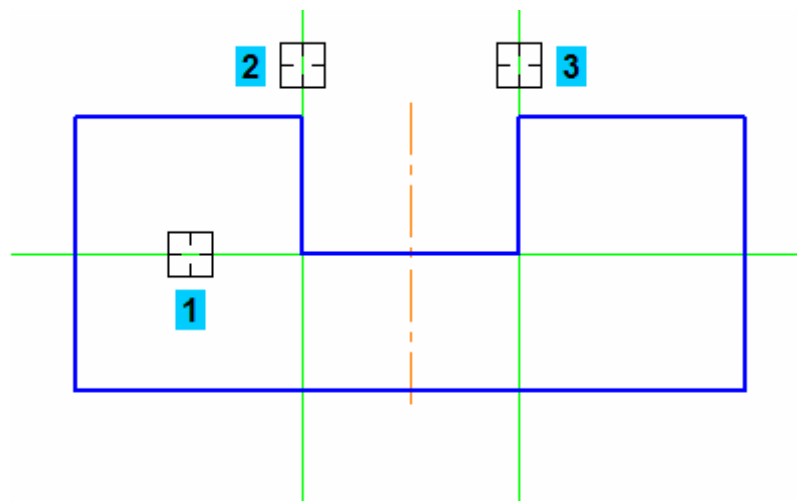

Рисунок 13.
- Нажмите клавишу <Shift>. Удерживая ее нажатой, укажите вертикальные прямые. Они тоже будут выделены цветом. (рис.13).